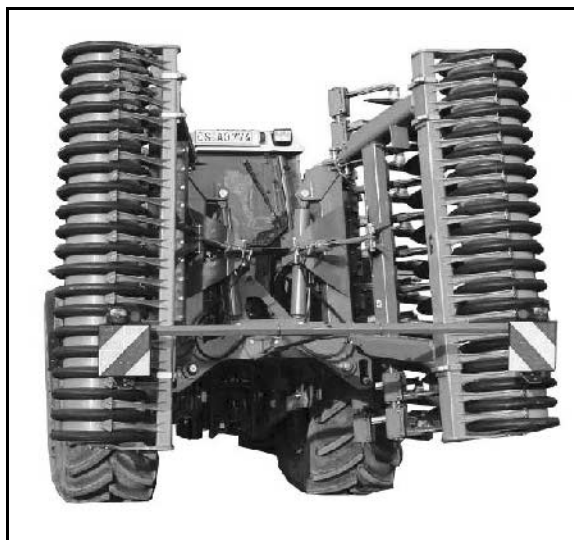

Рис. 35
Для цього передбачено 6 пазів (Рис. 35).
3. Ослабте пружинний шплінт (Рис. 35/1).
4. Вставте ексцентрикові штифти (Рис. 35/2) у потрібні пази.
- Необхідний паз позначено стрілкою (Рис. 35/3).